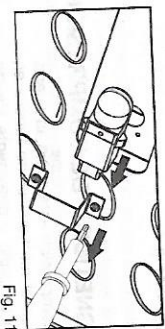

Fig. 11
- Retire los tornillos que sujetan la brida que soporta el LED y desconecte de las terminales (ver figs. 11 y 12).